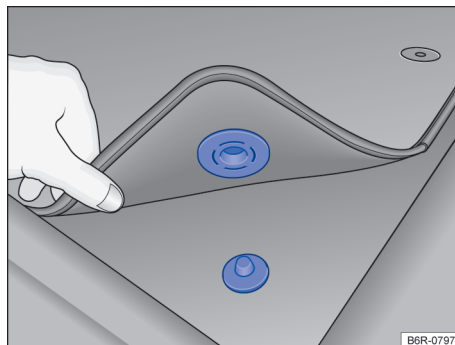

Fig. 19 Alfombra delantera del lado del conductor con fijación al perno de la alfombra.
- ✓ Acomodar bien la alfombra en la zona reposapiés del lado del conductor para que no obstruya la zona de los pedales. Dependiendo de la versión del vehículo, la alfombrilla delantera del lado del conductor puede tener unión por encastre al perno de la alfombra → fig. 19.